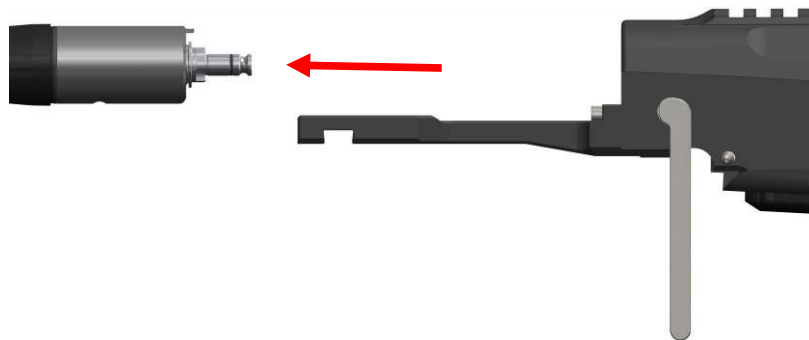

Рисунок 11
(5) Ствол с личинкой затвора снять вперёд (рис. 11)